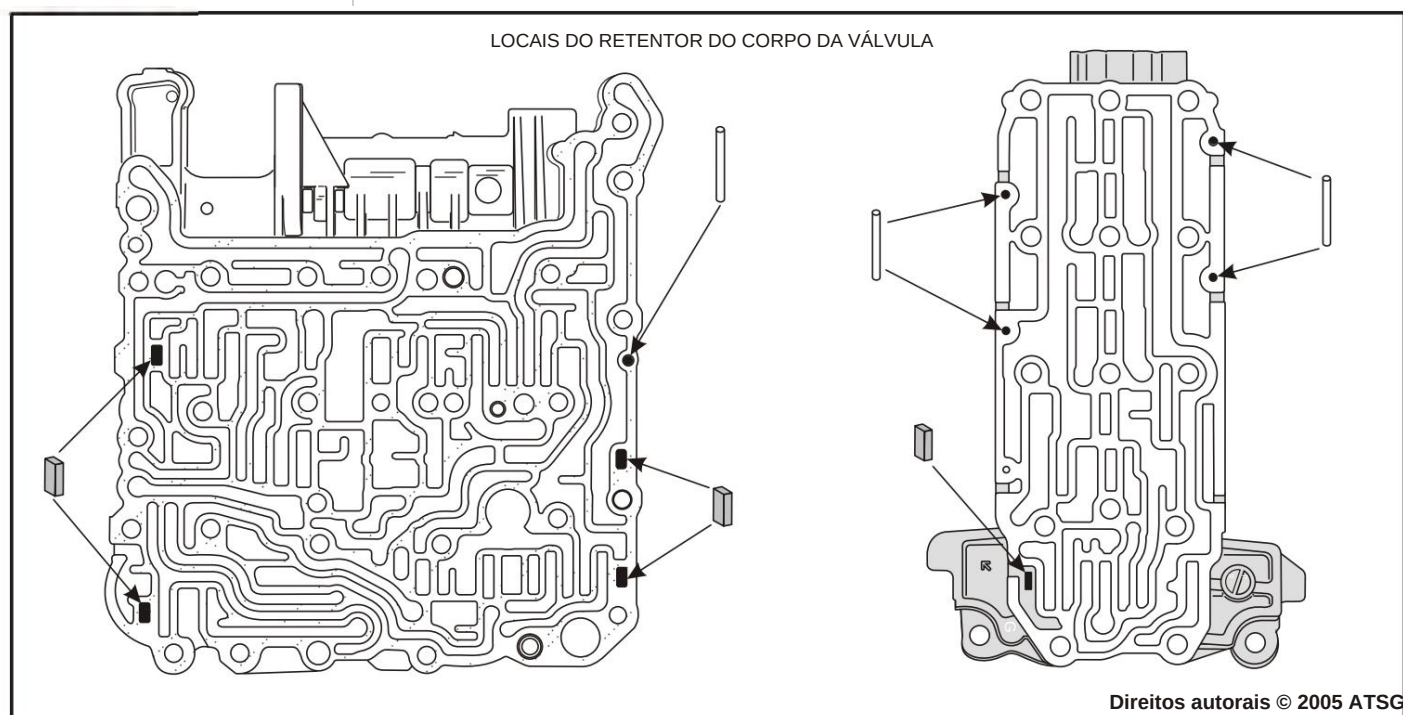

Figura 145
19. As localizações do corpo da válvula principal e do retentor do corpo da válvula solenóide foram fornecidas na Figura 145.